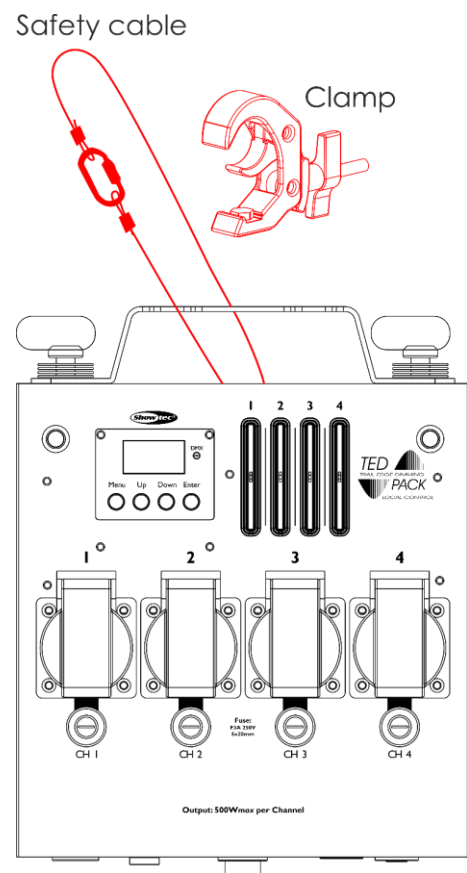

Fig. 09
- 02) Installare il morsetto, come mostrato nella Fig. 09. Accertarsi di utilizzare un morsetto adatto al fissaggio del dispositivo su un traliccio.
- 04) Fissare il dispositivo con una sospensione secondaria, ad esempio un cavo di sicurezza. Accertarsi che la sospensione secondaria sia in grado di sostenere 10 volte il peso del dispositivo. Ove possibile, la sospensione secondaria dovrebbe essere fissata a una struttura di supporto indipendente dalla sospensione primaria. Far passare il cavo di sicurezza nell'**occhiello di sicurezza (18)**, come indicato nella Fig. 09.